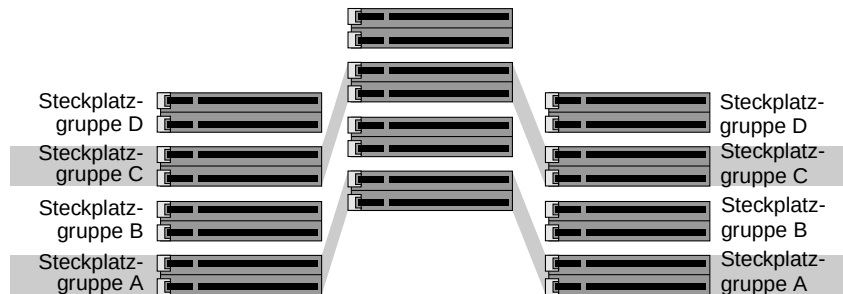

Abbildung 3-1 Anordnung der Steckplatzgruppen für DIMM-Module
- Die Silicon Graphics 540 Visual Workstation verfügt über vier Steckplatzgruppen für DIMM (Speicher)-Module: A, B, C und D. Siehe Abbildung 3-1.
- Jede der Steckplatzgruppen ist entweder leer oder enthält sechs DIMM-Module des gleichen Typs oder der gleichen Kapazität. Siehe Abbildung 3-1.